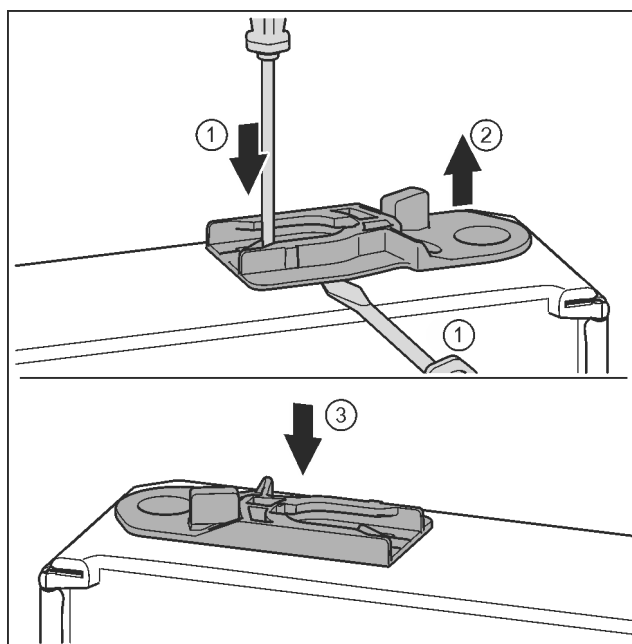

Fig. 32
- ▶ Wyjąć tuleję prowadzącą: Nakładkę wcisnąć przy pomocy śrubokręta i jednocześnie przesunąć śrubokrętem po tuleję prowadzącą. Fig. 32 (1, 2)
- ▶ Tuleję prowadzącą, objętą zakresem dostawy wsunąć po drugiej stronie obudowy. Fig. 32 (3)